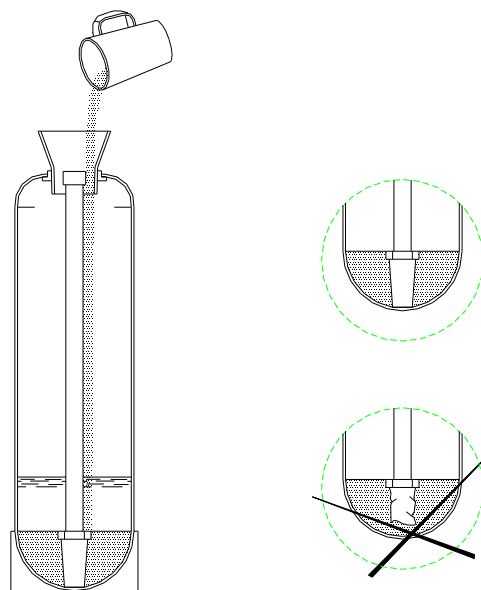

Рисунок 3 — Порядок загрузки фильтрующего материала в корпус фильтра
8.7 Засыпать в корпус через воронку требуемое количество гравия. **ВНИМАНИЕ: ПОСЛЕ ЗАГРУЗКИ ГРАВИЯ НИ В КОЕМ СЛУЧАЕ НЕ ВЫТАСКИВАТЬ ВЕРТИКАЛЬНЫЙ КОЛЛЕКТОР ИЗ КОРПУСА!** Это может привести к поломке дренажного колпачка (нижней распределительной системы) в результате попадания гравия в её посадочное место на дне корпуса (см. рисунок 3).